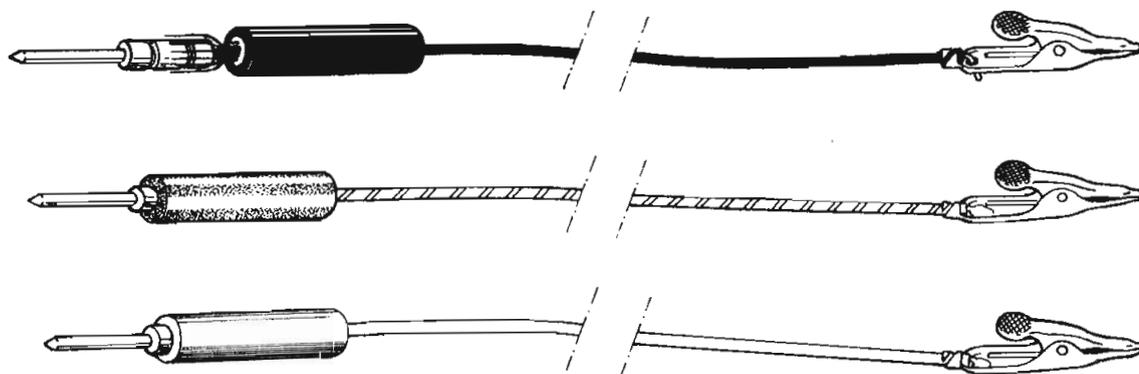

Figure 4 — Câbles de mesure
- ( ) Coupez 300 mm de fil noir, faites passer une extrémité à l'intérieur du capuchon isolant noir; dénudez ce fil sur 15 mm et séparez les différents brins formant le câble. Prenez une pointe métallique et introduisez sa partie arrière (la plus grosse) entre les brins du câble comme il est indiqué sur la figure 4 en veillant à ce que les brins soient régulièrement espacés. Appuyez la pointe métallique sur un morceau de bois et faites glisser le capuchon isolant en appuyant avec la force nécessaire pour que la partie arrière de la pointe métallique rentre à l'intérieur du manchon isolant en emprisonnant les brins du câble. Observez la réalisation du montage sur la même figure 4.
- ( ) Dénudez l'autre bout du fil noir sur 6 mm et soudez-le à une pince crocodile comme il est indiqué sur la figure 4 avant de serrer l'isolant au moyen des deux rabats métalliques de la pince.
- ( ) Coupez 300 mm de fil blanc et procédez de façon identique aux deux opérations précédentes en utilisant cette fois le manchon isolant de couleur blanche. Vous possédez maintenant trois cordons de mesure complets identiques à ceux représentés sur la figure 4; vous pourrez les utiliser pour vérifier les transistors dont les fils de sortie ne permettraient pas de les brancher sur le support Z. Maintenant vous allez procéder aux